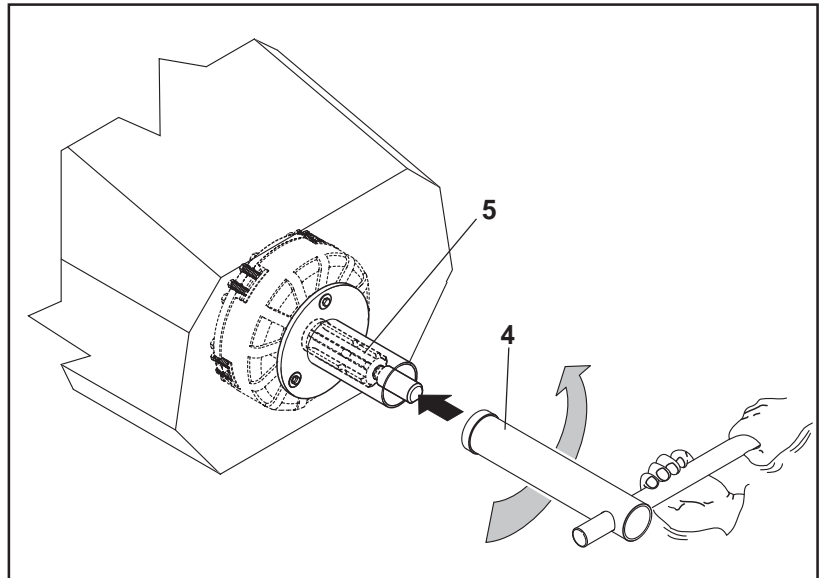

fig.3
- 5) infilare la chiave (4 fig.3) fornita in dotazione sulla presa di forza (5 fig.3) facendo ruotare per circa 15-20 giri la presa di forza in senso **ANTIORARIO** per sbloccare le coclee da impedimenti. (nello stesso senso del cardano)